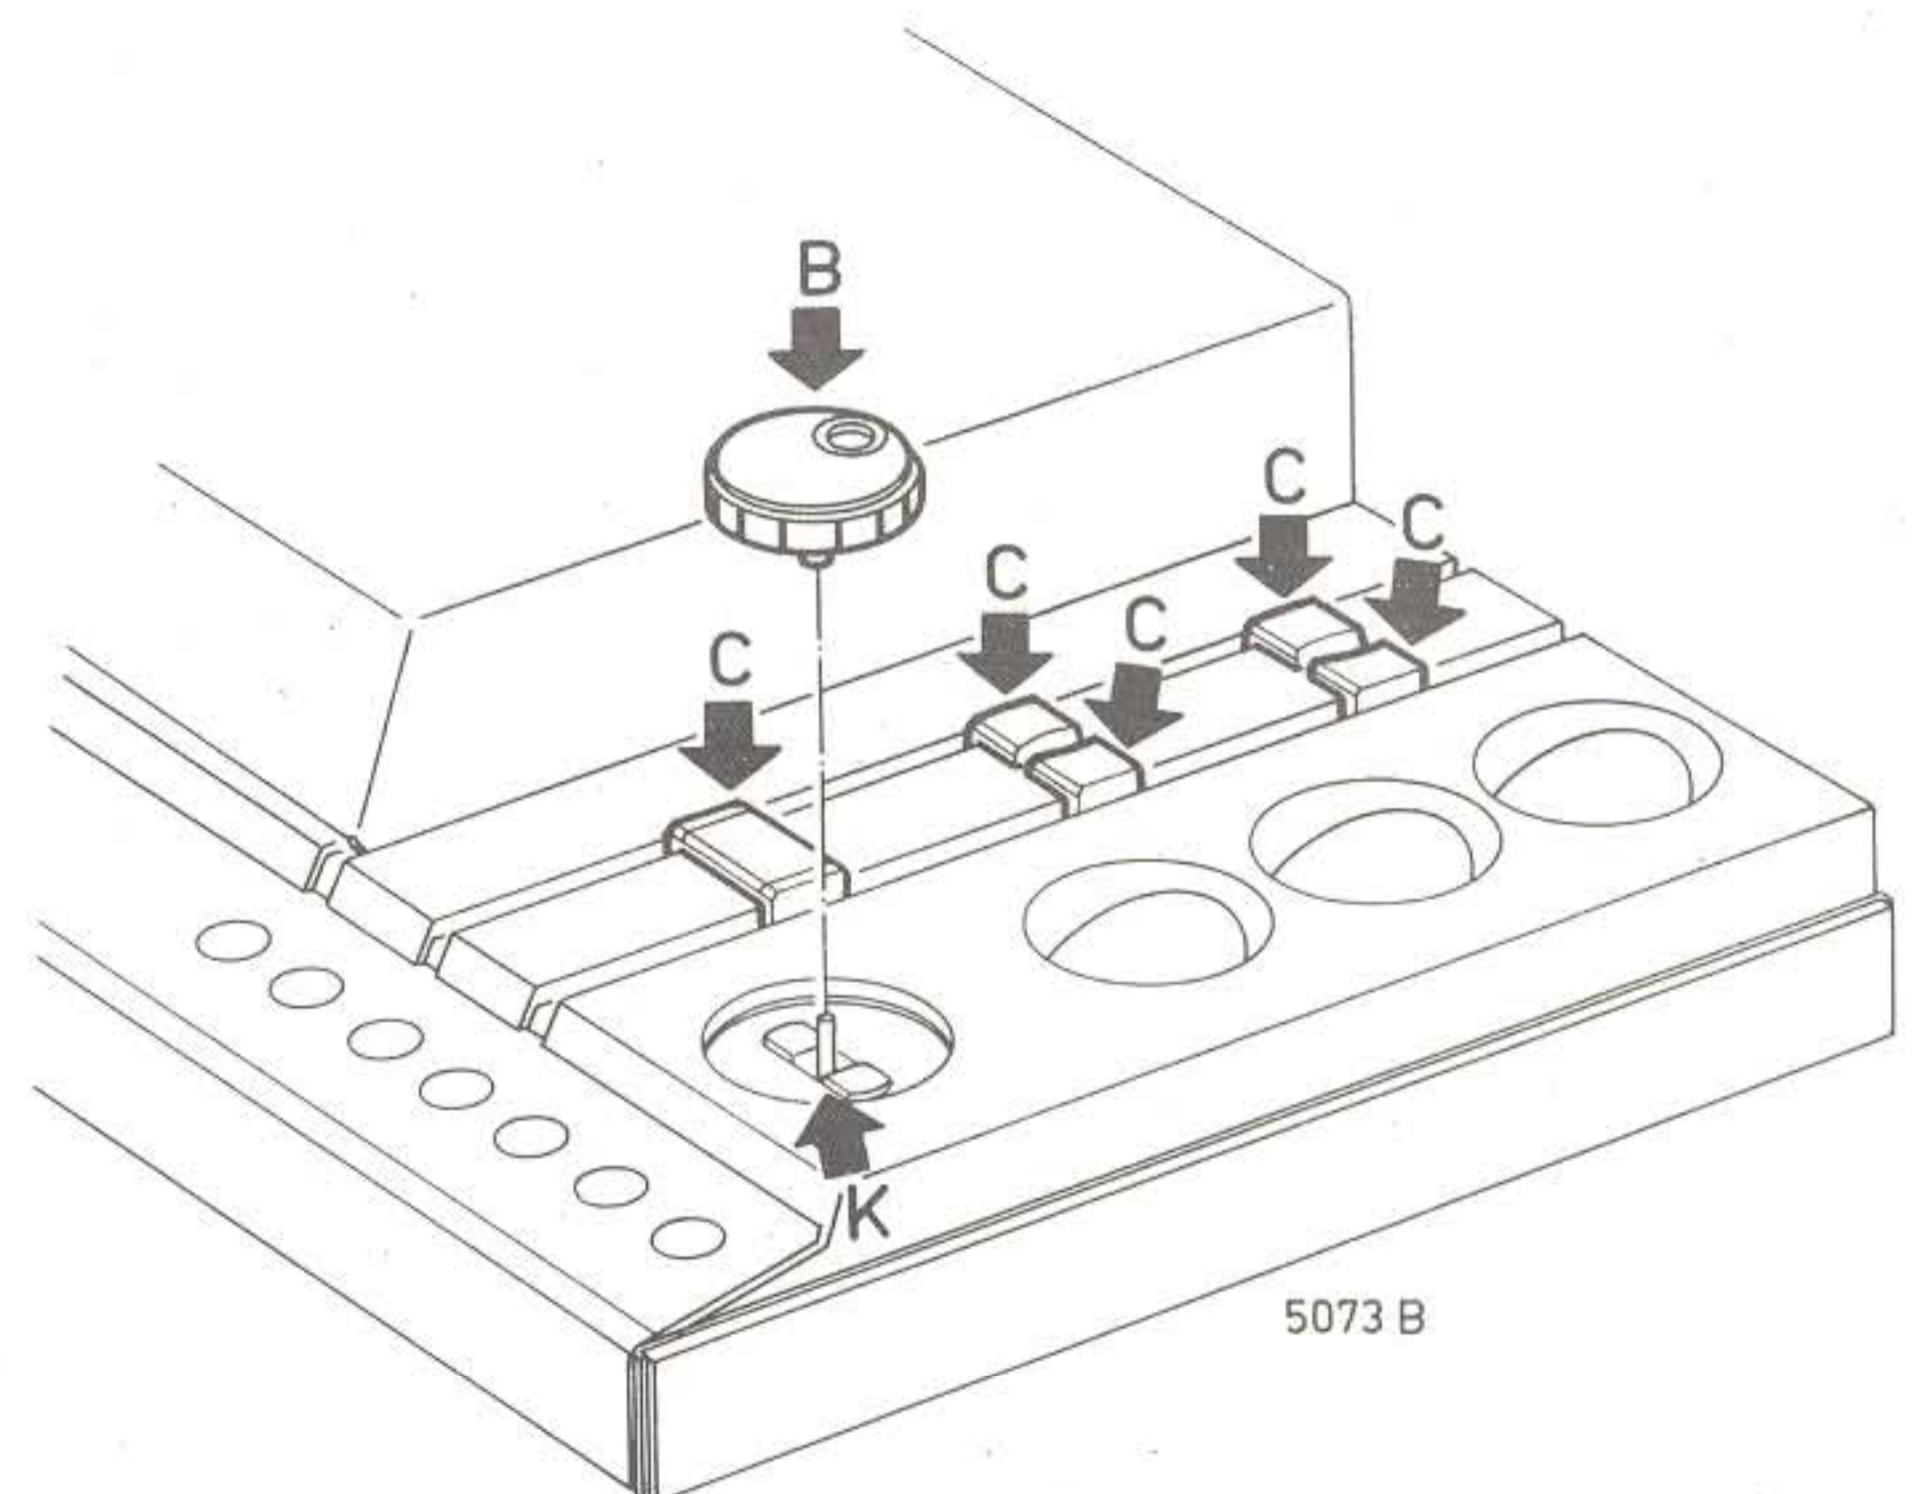
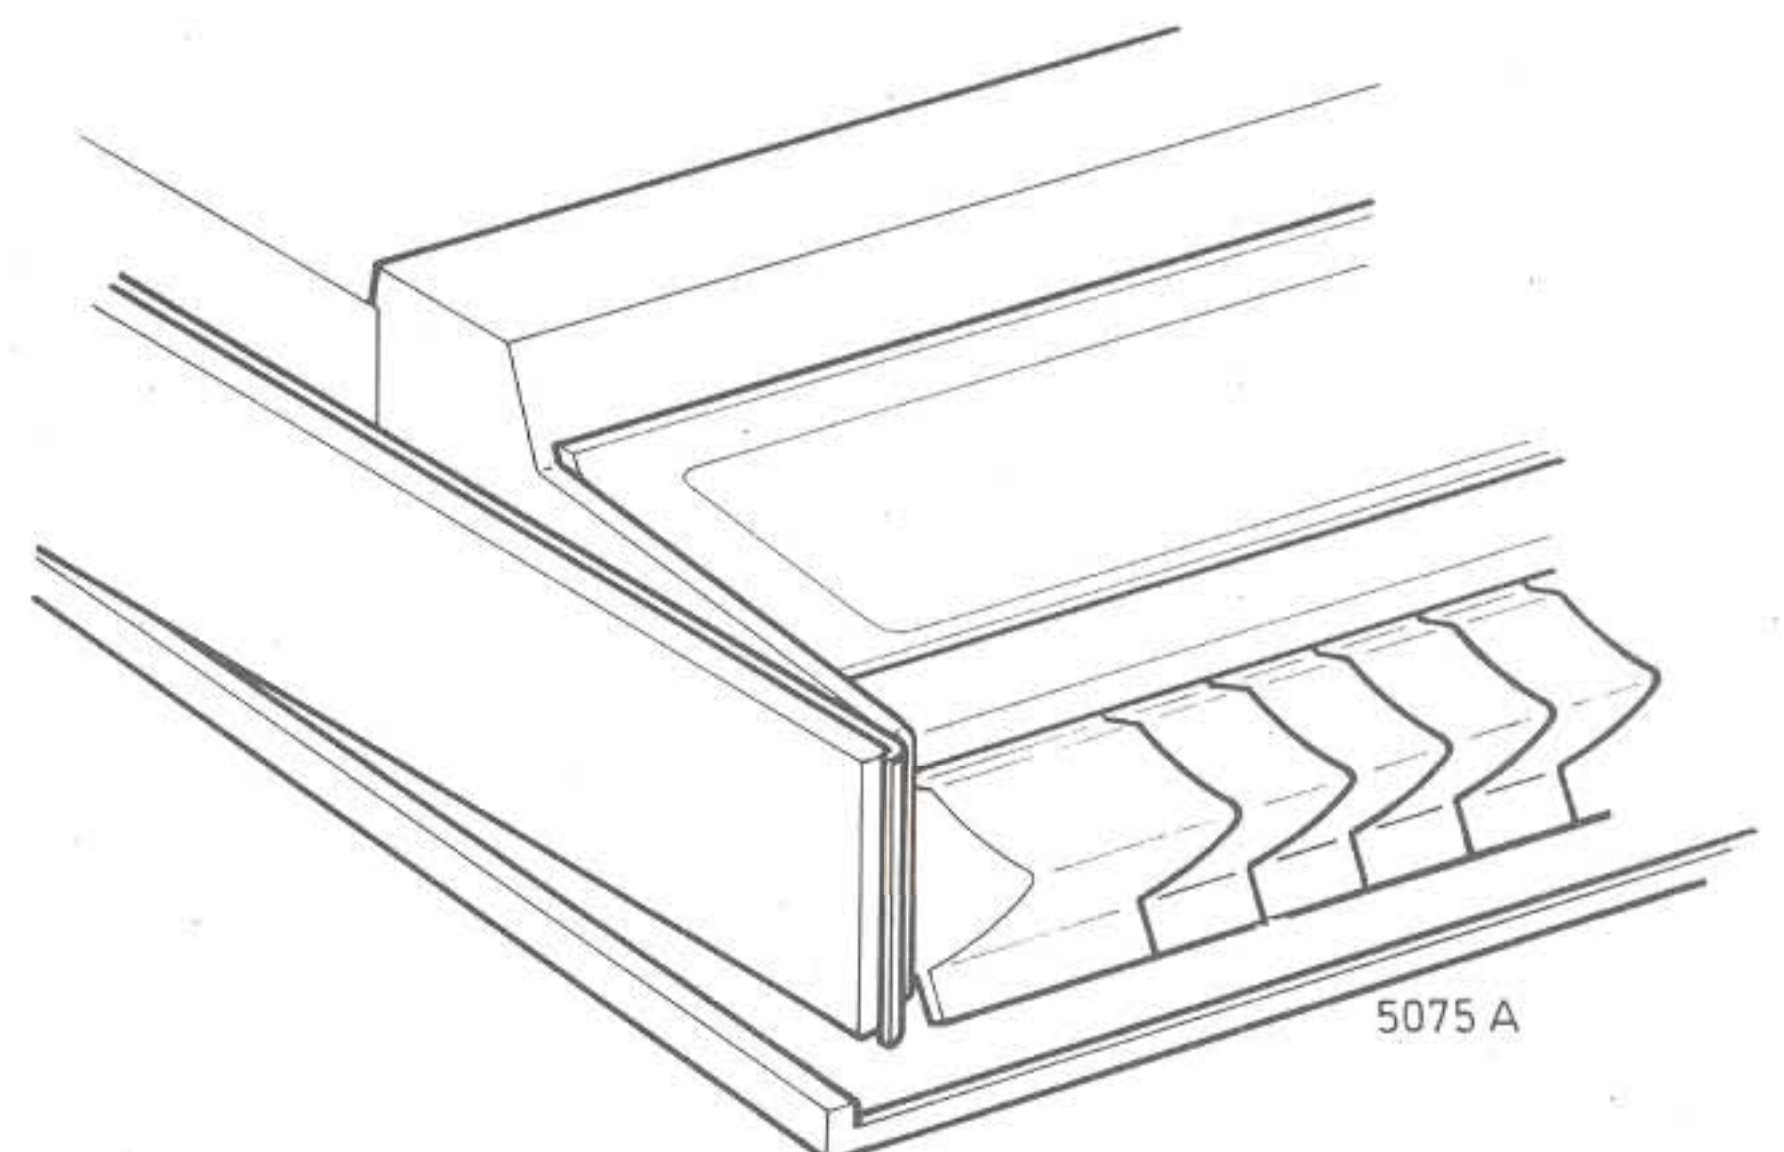
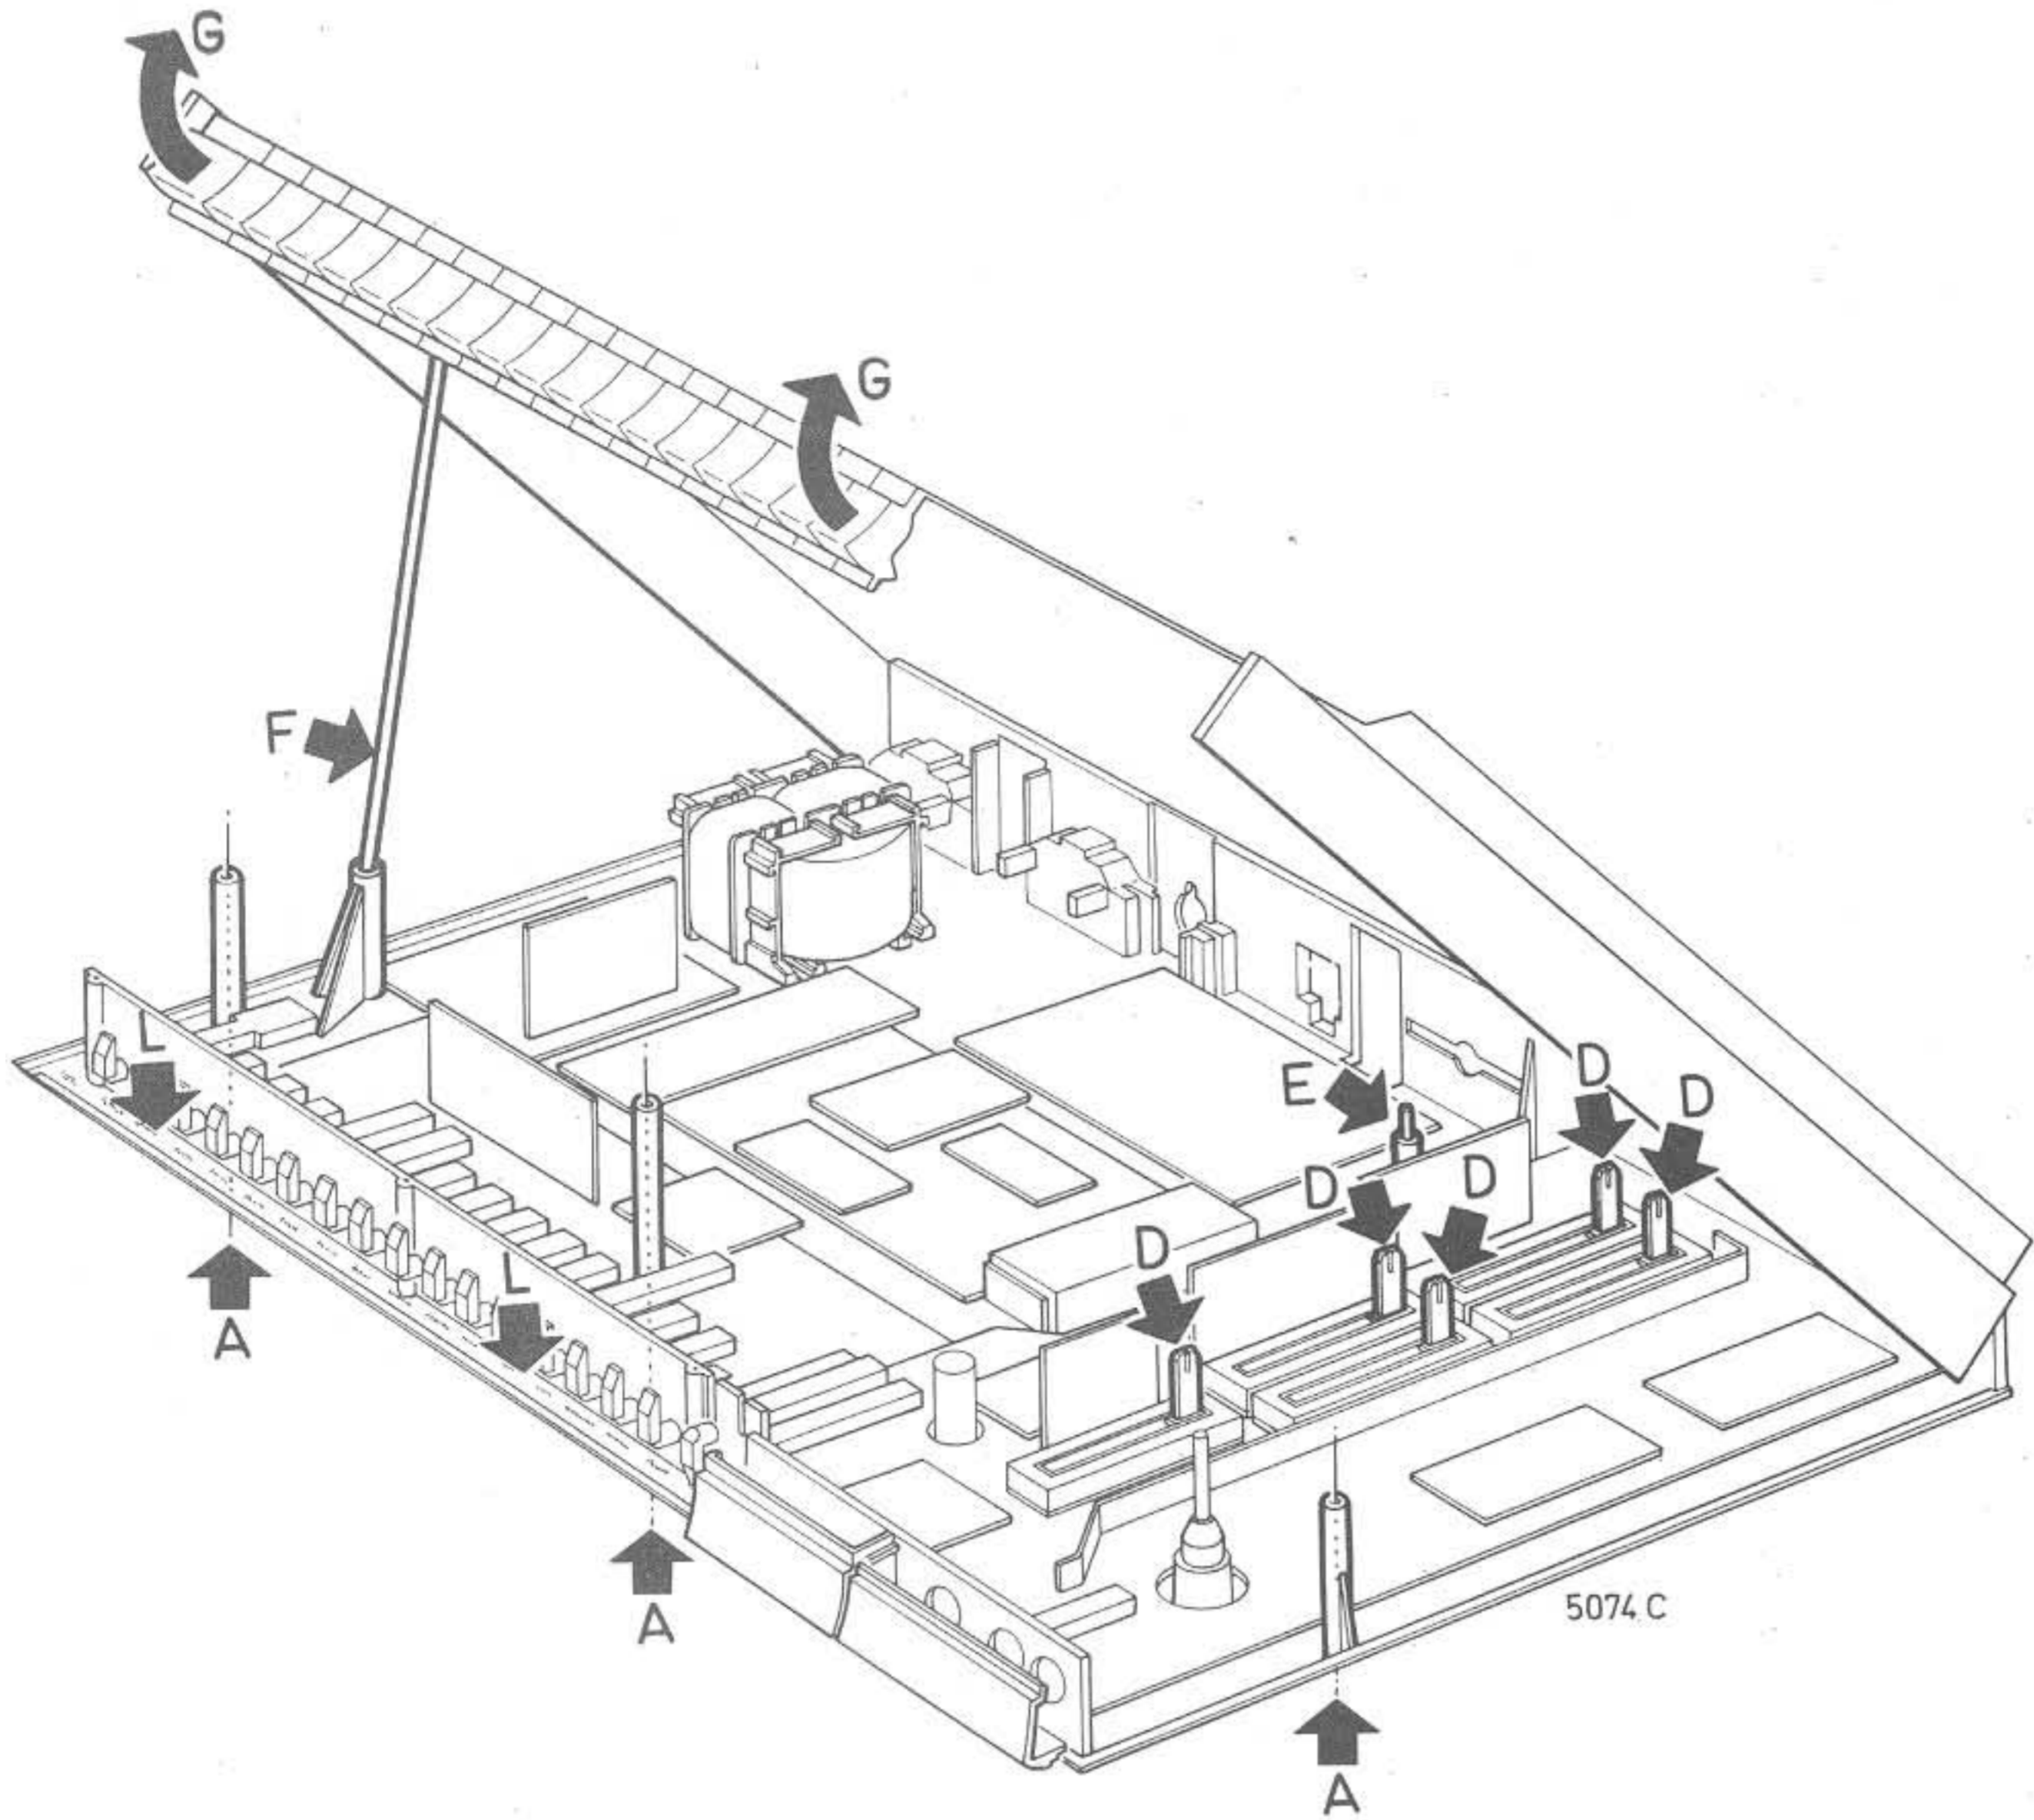
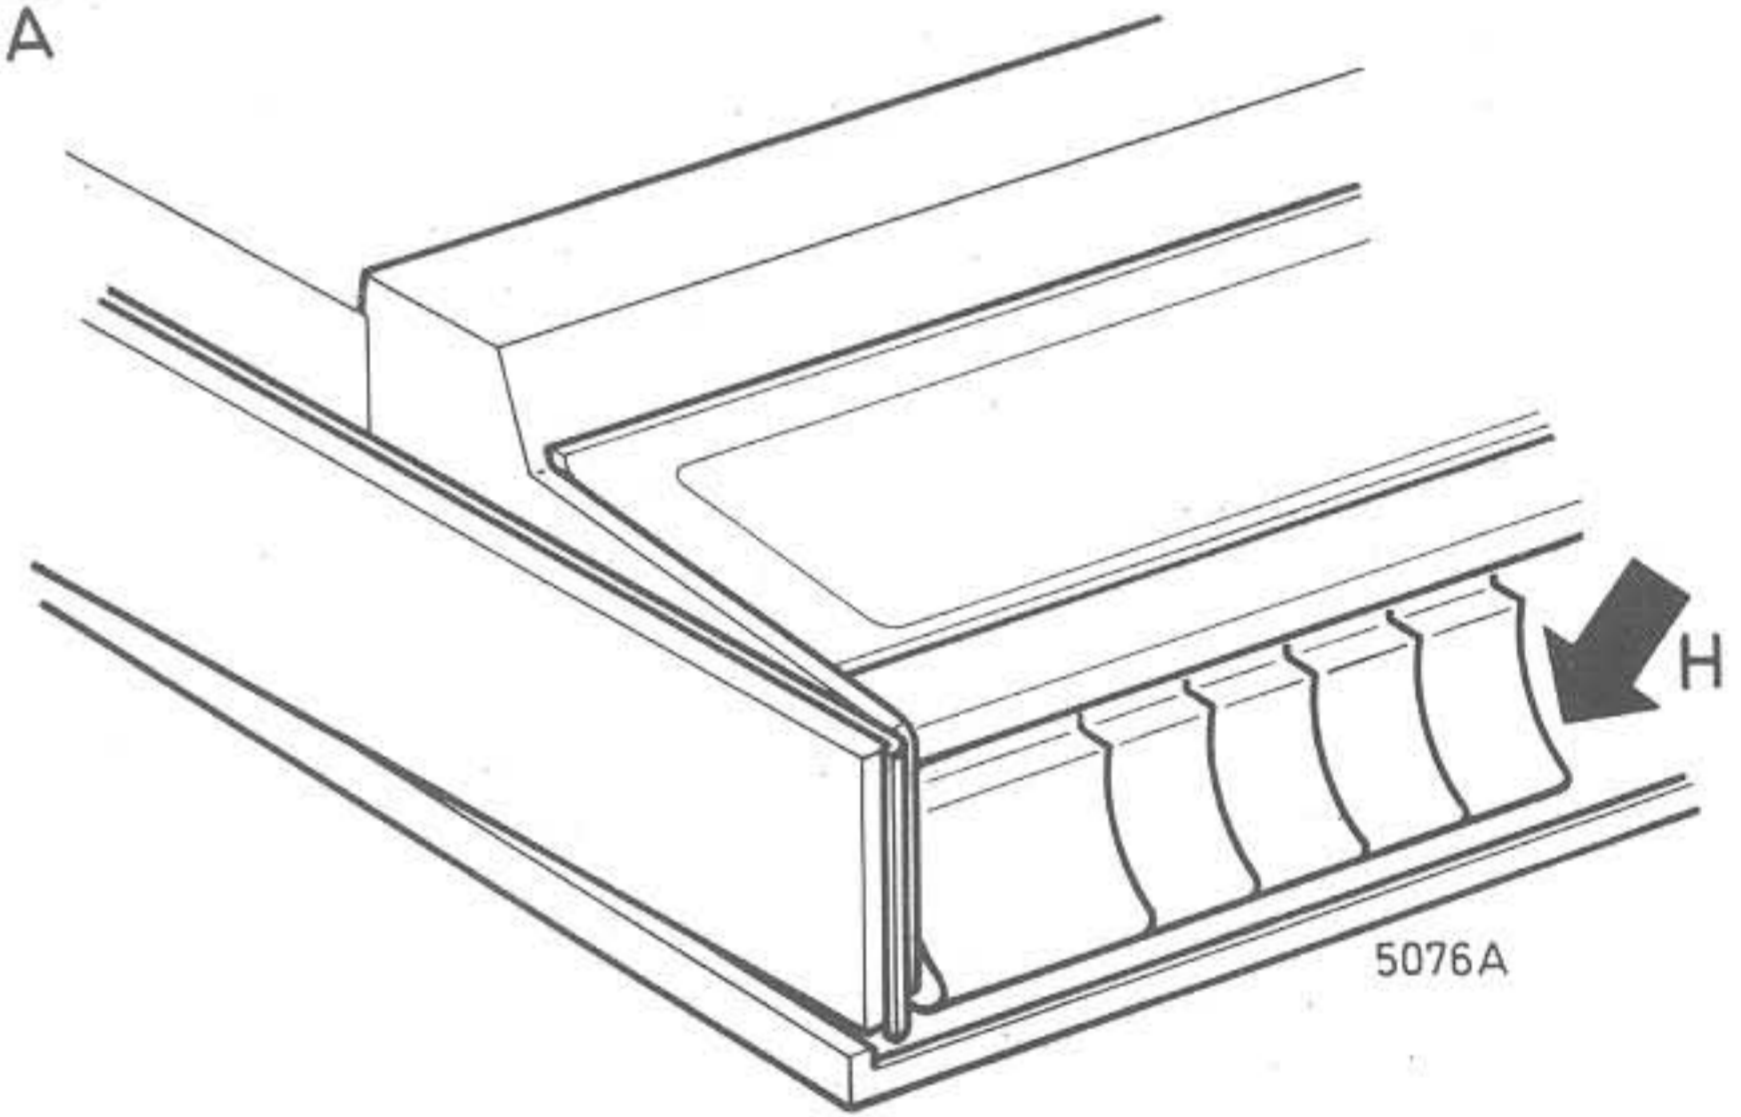

Fig.2
Fig.4
Fig.3
Fig.5
2. Afstemknop "B" (fig. 2) verwijderen.
3. Vervolgens kan het bovendek scharnieren in het chassis. M.b.v. pook "F" (fig. 3) welke zich in het bovendek bevindt, is het mogelijk het apparaat in geopende toestand te houden.
1. Lopers van potentiometers "D" (fig. 3) in achterste stand plaatsen. De schuifknoppen "C" (fig. 2) vallen in geopende toestand reeds in achterste stand.
2. Druktoetsen zover mogelijk naar voren plaatsen "G" (fig. 3).
4. Bovendek naar beneden laten komen, tot de toetsen de schaalsectie gepasseerd zijn (fig. 4). Vervolgens alle toetsen indrukken "H" (fig. 5) zodat de onderkanten van de toetsen binnen de opstaande bodemrand vallen en de afstemas door beugelopening komt "K" (fig. 2).
- In geopende toestand zijn de knopfuncties ook op de bodem te lezen "L" (fig. 3).
- Indien aan het laagfrequent dragerpaneel gerepareerd moet worden, is het niet nodig de hele snaaraandrijving te demonteren. Nadat de schroef in het snaarwiel losgedraaid is kan het snaarwiel op een andere nok in het apparaat geplaatst worden, "E" (fig. 3 en 6).
2. Retirer le bouton de syntonisation "B" (fig. 2).
3. La platine supérieure peut ensuite pivoter dans le châssis. La barre "F" (fig. 3) prévue dans la platine supérieure permet de maintenir l'appareil ouvert.
1. Placer les curseurs des potentiomètres "D" (fig. 3) dans leur position arrière. A l'état ouvert, les boutons à coulisse "C" (fig. 2) se placent déjà dans la position ouverte.
2. Déplacer les touches à fond vers l'avant "G" (fig. 3).
4. Abaisser la platine supérieure jusqu'à ce que les touches aient dépassé la "section échelle" (fig. 4). Enfoncer ensuite toutes les touches "H" (fig. 5), pour que les côtés inférieurs des touches se trouvent dans le rebord de fond et que l'axe de syntonisation s'applique dans l'ouverture ménagée dans l'étrier "K" (fig. 2).
- A l'état ouvert, les fonctions des boutons sont également lisibles sur la plaque de fond "L" (fig. 3).
- Pour faire des réparations à la platine imprimée BF, il n'est pas nécessaire de démonter tout l'ensemble d'entraînement de courroie. Après avoir desserré la vis dans la poulie, il est possible de placer la poulie sur une autre came dans l'appareil "E" (fig. 3 et 6).
2. Entferne Abstimmknopf "B" (Abb. 2).
3. Das Obergehäuse kann mittels eines Haken "F" im Chassis scharnieren (Abb. 3). Hierdurch kann das Gerät in geöffneter Lage stehenbleiben.
1. Bringe die Schleifer der Potentiometer "D" in die hinterste Stellung (Abb. 3). Die Schiebeknöpfe "C" (Abb. 2) fallen in geöffneten Zustand bereits in die hinterste Stellung.
2. Bringe die Drucktasten möglichst vorne an, siehe "G" (Abb. 3).
4. Schwenke das Obergehäuse so weit zurück, bis die Tasten am Skalenteil vorbei sind (Abb. 4). Drücke alsdann alle Tasten "H" (Abb. 5) so dass die Unterseiten der Tasten in den hochstehenden oberen Rand greifen und die Abstimmachse durch die Bügelöffnung gelangt; siehe "K" auf Abb. 2.
- In geöffneter Lage können die Knopffunktionen auch vom Boden abgelesen werden, siehe "L" Abb. 3.
- Wenn eine Reparatur an der NF-Trägerplatte ausgeführt werden muss, braucht der Seiltrieb nicht entfernt werden. Nach Lösen der Schraube im Seilrad kann das Seilrad auf einen anderen Nocken im Gerät angebracht werden; siehe "E" Abb. 3 und 6.
2. Togliere la manopola di sintonia "B" (fig. 2).
3. La parte superiore può ora essere tolta dallo chassis. La staffa "F" (fig. 3) posta nella piastra superiore permette di mantenere l'apparecchio aperto.
1. Mettere i cursori dei potenziometri "D" (fig. 3) nella loro posizione arretrata. Quando l'apparecchio è aperto, i cursori a slitta "C" (fig. 2) si dispongono già in posizione aperta.
2. Togliere i tasti spostandoli in avanti "G" (fig. 3).
4. Abbassare la piastra superiore fino a che i tasti hanno superato la "sezione radio" (fig. 4). Premere in seguito tutti i tasti "H" (fig. 5) fino a che le loro parti inferiori coincidano col bordo inferiore dell'apparecchio e l'asse di sintonia si trova nell'apertura ricavata dalla staffa "K" (fig. 2).
- Quando l'apparecchio è aperto, le funzioni dei pulsanti sono ugualmente leggibili sulla piastra di fondo "L" (fig. 3).